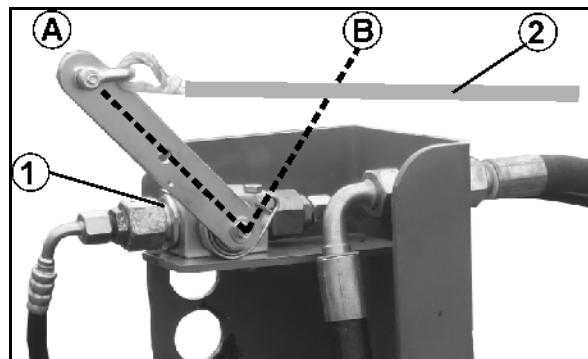

Fig. 11
- Sikre stengekranen (Fig. 11/1) mot utilsiktet utfelling fra traktoren via vaiertrekket (Fig. 11/2).